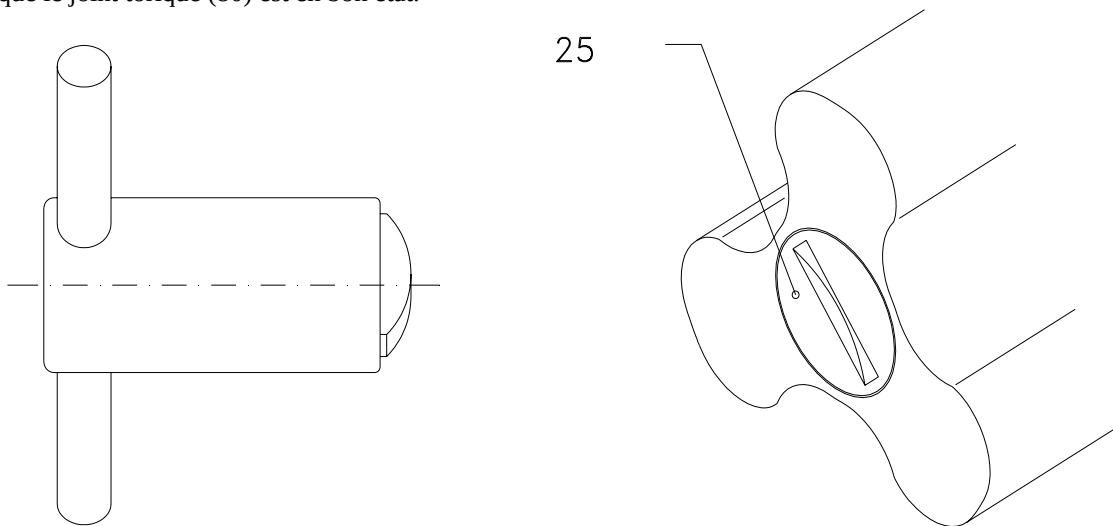

Figure 8.1 : clé
- Dévisser les vis lobes (25) à l'aide d'une clé, tel qu'indiqué sur la figure 8.1. Ces vis sont filetées vers la droite. Afin d'empêcher que les lobes ne tournent simultanément, on peut placer des cales en bois ou en Nylon entre les lobes (position des cales : l'une à gauche devant la vis lobe supérieur, et l'autre à droite devant la vis lobe inférieur).
- Vérifier que le joint torique (80) est en bon état.
- Vérifier que les joints toriques (80) des vis lobe (25) sont encore en bon état et se trouvent bien dans la rainure.
- Fixer les lobes avec les vis (25) et les rondelles (35). Serrer les vis avec une clé comme sur la figure 8.1. Pour éviter que les lobes ne tournent de manière simultanée, des cales en bois ou en Nylon peuvent être placées entre.